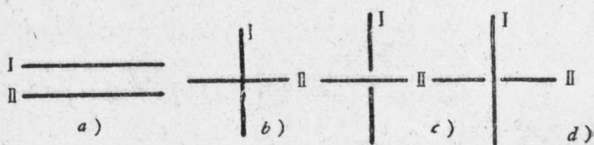

图6 两轴的相对位置:
2. 两根轴在机器中的相对位置, 一般有三种情况: 两轴平行、两轴相交和两轴交叉。在略图中的表示法如图6所示。